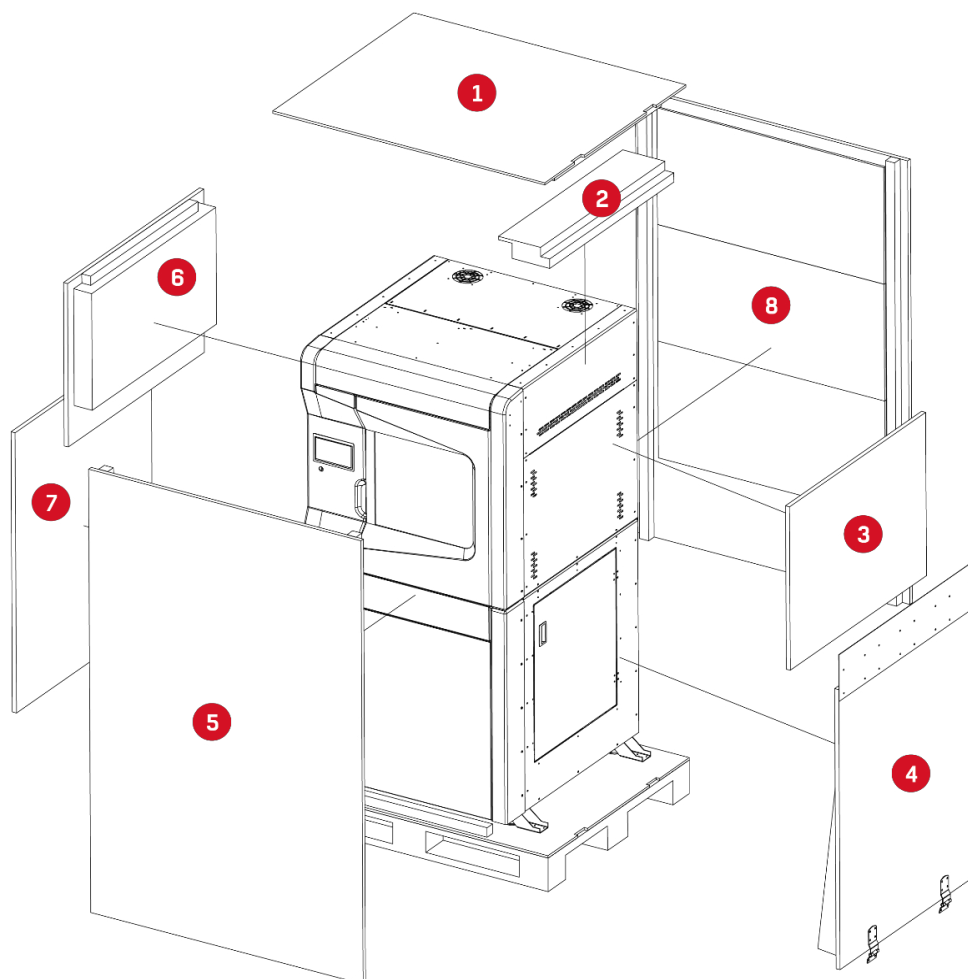

Рис. 4. Последовательность распаковки принтера
2. Отвинтить плиты ОСА в порядке, указанном на рис. 4. Отложить в сторону доски, пенопластовые вставки и шурупы.